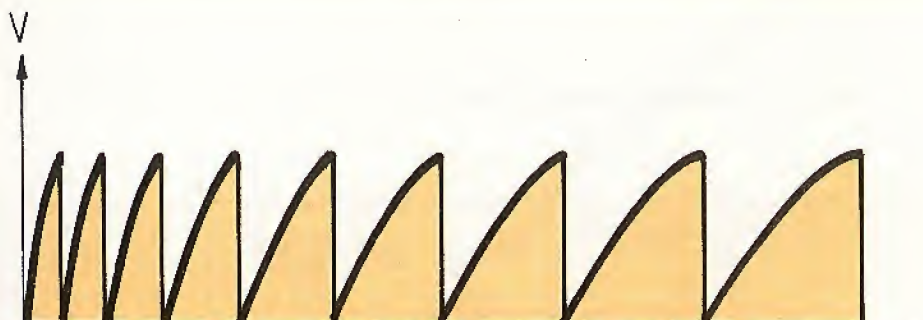

Fig. 3 - Tenendo il pulsante P1 aperto, gli impulsi, presenti sull'emittore del transistor TR1 assumono l'andamento del diagramma qui raffigurato.
Fig. 3 - La basetta di sostegno dell'intero piano di cablaggio del ricevitore è rappresentata da una tavoletta di legno, della profondità di 10 cm. e di 9,5 cm. di larghezza. Il supporto della bobina L1 è fissato alla tavoletta per mezzo di un qualsiasi collante. La morsettiera, l'interruttore e gli ancoraggi della pila sono applicati alla tavoletta per mezzo di viti da legno.
**Fig. 3** - Coloro che vorranno costruire un contasecondi, per essere praticamente sicuri che il tempo di esposizione rimarrà esattamente quello stabilito, dovranno realizzare il circuito qui rappresentato, tenendo conto che il tempo di esposizione non è vincolato al tempo di chiusura del pulsante. **COMPONENTI:** R = 100.000 ohm; P1 = pulsante con contatto in chiusura.